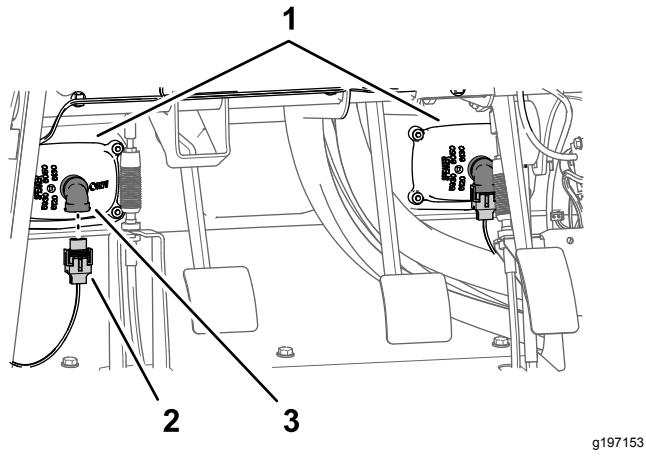

Bild 14
- Schließen Sie die zwei elektrischen Anschlüsse (2-Buchsen-Stecker) des Maschinenkabelbaums vom 2-Stift-Stecker am linken und rechten Scheinwerfer ab (Bild 14).